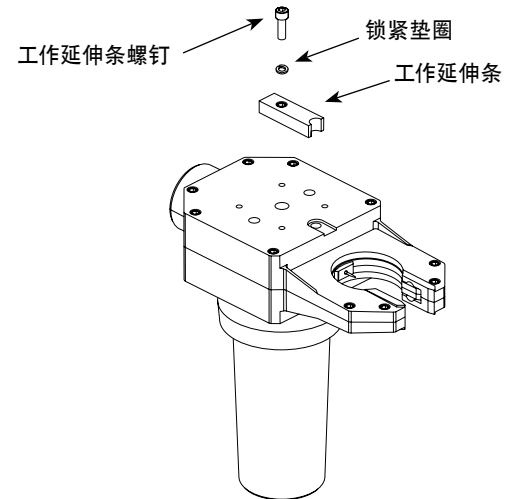

图 31 拆卸工作延伸条
3. 拆下带锁紧垫圈的工作延伸条螺钉, 拆下工作延伸条。检查工作延伸条上是否有蚀坑、磨损或损坏。参考图 31。